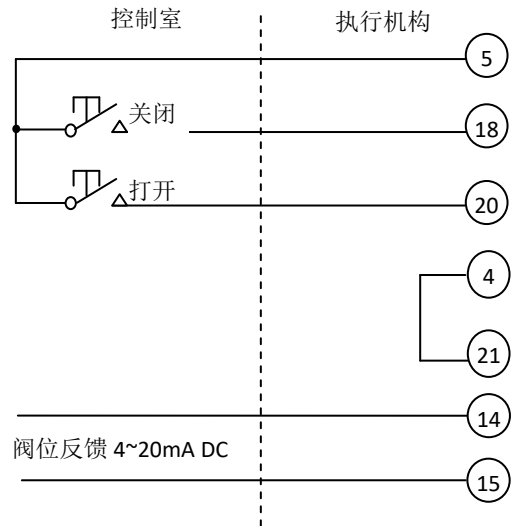
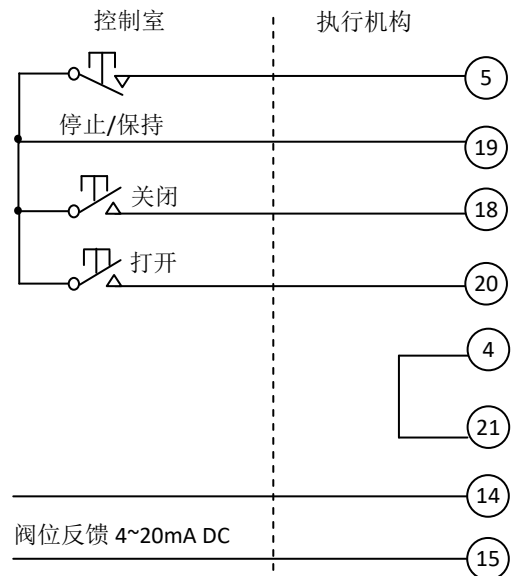
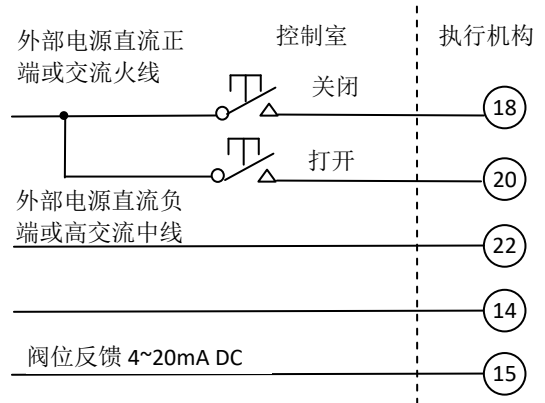
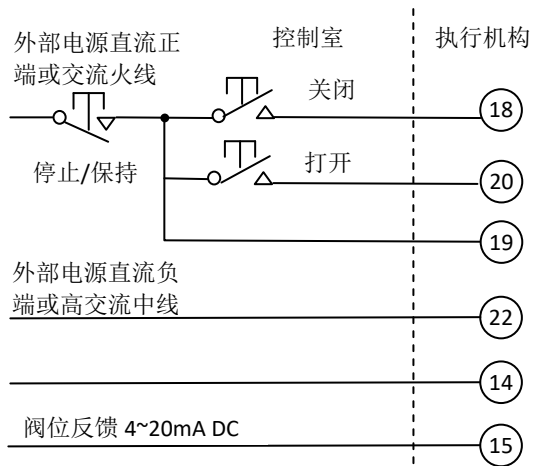

图 14-1 形式 1: 电动式打开/关闭控制,执行机构可以停在中途任意位置
图 14-3 形式 3: 保持式打开、关闭、停止控制
图 14-7 点动式打开/关闭控制，
图 14-9 保持式打开、关闭停止控制
RL 执行机构通过葵花接线盒与外部连线，葵花接线盒的接线端子排列见图 14-1，接线端子说明见表 14-1。
远程控制电路可由执行机构内部的 24V 直流电源供电,也可以由外部的 24V~60V 交、直流电源供电,还可以由外部提供的 120V~220V 直流或交流电源供电,各种形式的接线见图 14-1~ 14-9 图。(图中序号为接线端子号)
#### 14.2.1 图 14-1~图 14-3 为内部 24V 供电
14.2.3 图 14-7~图 14-9 为外部 110V/220V 直流或交流供电
如果切换控制电路想采用外部 120~220V 或采用外部供电，用户可以参照图 14-1~图 14-9 远程开关量控制选用不同电源的设计思路进行设计。